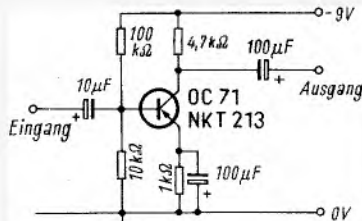

Bild 8. Vielseitig-Vorverstärker
Um die in den diversen Schalt- und Filterkreisen aufgelaufenen Signal-Leistungsverluste wettzumachen, verwenden die meisten Elektronenorgeln zahlreiche Vorverstärker (88). Bild 8 zeigt dafür eine typische Schaltung. Für Netzbetrieb wählt man meist Endverstärker, die mit Gleichspannungen